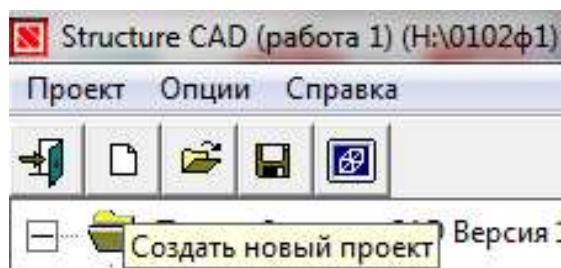

Рисунок 3.2-Информационное Окно SCAD
1. Для запуска программно-вычислительного комплекса необходимо с помощью курсора в виде стрелки, управляемой мышью, зайти в меню «Пуск» - «Все программы» - «SCAD OFFICE» и произвести двойной щелчок левой кнопки мыши на ярлыке «SCAD». На экране появится информационное окно SCAD, имеющее три раздела на панели меню - *Проект, Опции, Справка* и инструментальную панель с 5 кнопками (рис. 3.2).